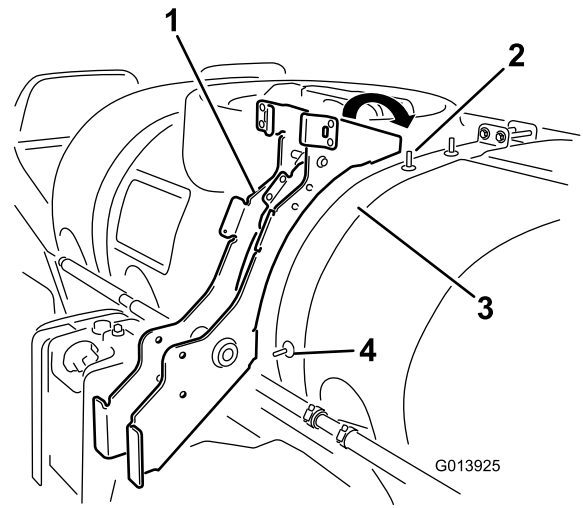

図 6
3. フレームをタンク固定バンドに取り付けるフレームの下穴をタンク固定ベルトの側面タンクの側面から突き出しているボルトに合わせて、上穴はタンク上面に突き出ているボルトに通す 図 6。